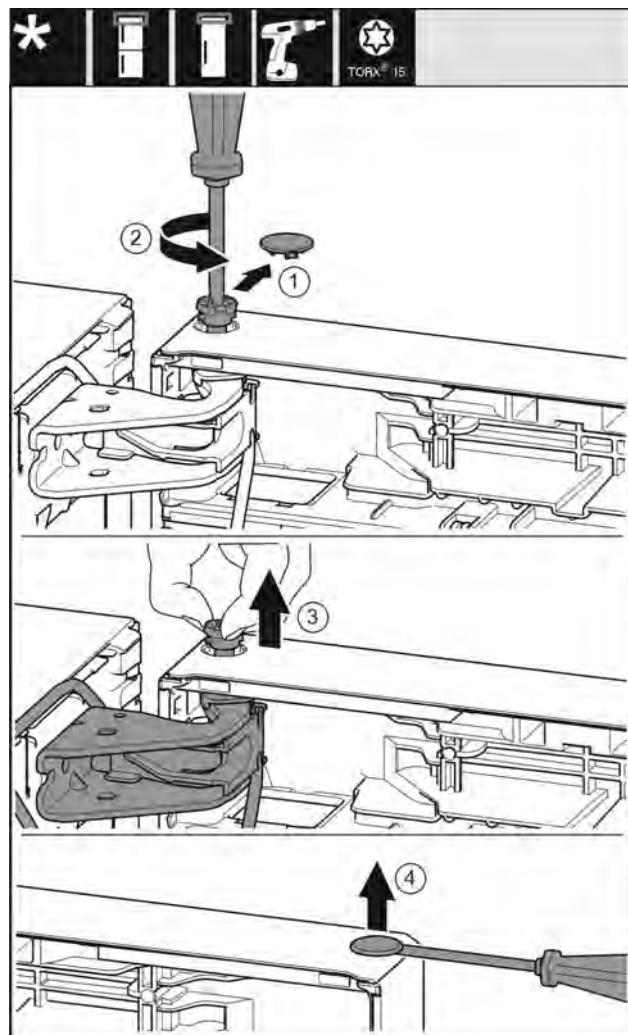

Fig. 10
- Осторожно снимите предохранительную крышку. Fig. 10 (1)
- Немного выкрутите палец отверткой T15. Fig. 10 (2)
- Удерживая дверь, извлеките палец вручную. Fig. 10 (3)
- Осторожно приподнимите и извлеките при помощи шлицевой отвертки заглушку из опорной втулки двери. Fig. 10 (4)